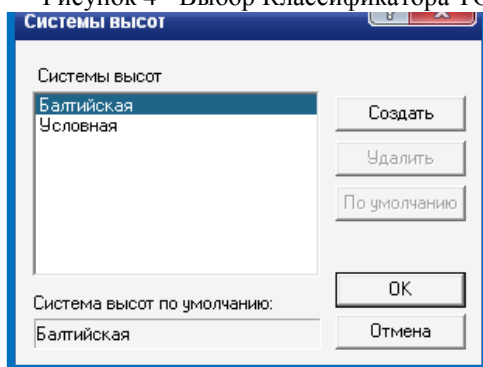
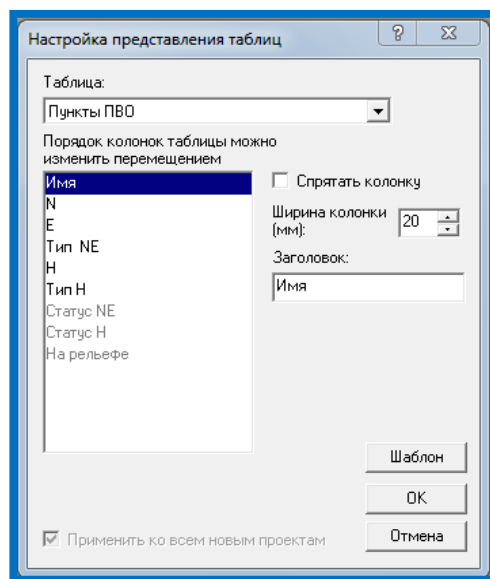

Рисунок 5 - Выбор Системы высот
Рисунок 6 - Настройка представления таблиц
3. В меню Установки выбираем существующие Классификатор топографических объектов (Рис.4), систему высот (Рис.5), представление таблиц (Рис. 6).